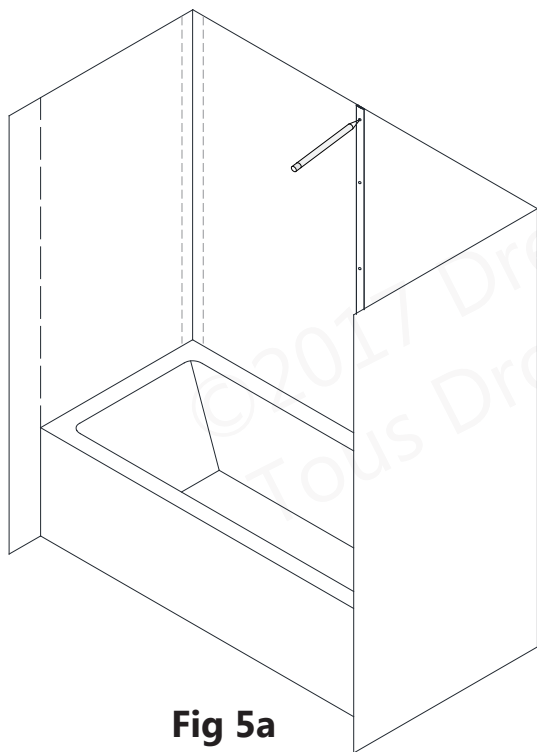
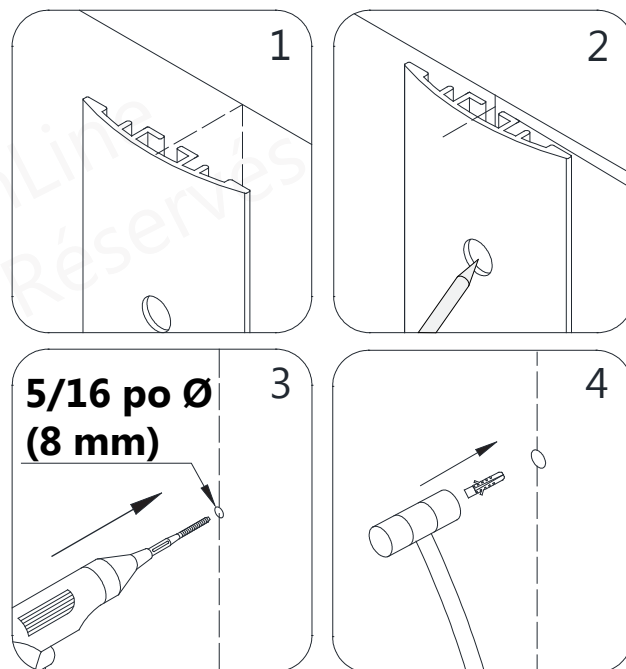

Fig 5a
Fig 5b
5. Placez la **bande d'étanchéité du centre (N° 05)** en position verticale sur la ligne centrale du mur arrière (de l'étape 2) et marquez les trous à percer à travers les perforations pré-usinées de la **bande d'étanchéité du centre (N° 05)**. Percez les trous dans le mur avec une mèche **5/16 po Ø (8 mm)** et insérez les **ancrages muraux (N° 06)**. (Fig. 5a et Fig. 5b)